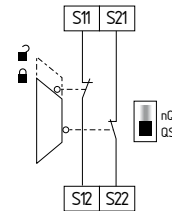

Fig. 14
**Circuito de monitoramento de porta de proteção de dois canais com dispositivo de interrupção conforme EN ISO 14119 (ver Fig. 14)**